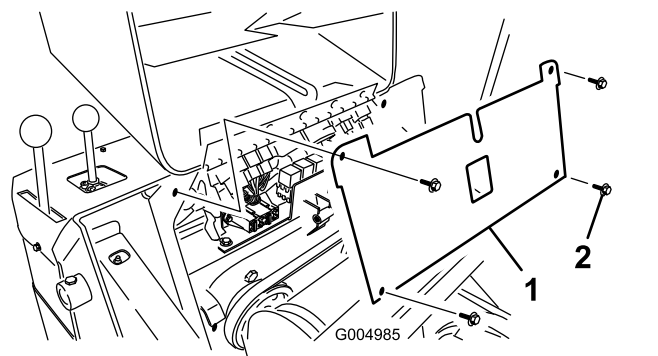

Рисунок 42
5. Отвинтите 4 винта, которые крепят панель предохранителей, затем снимите панель, потянув ее на себя и вверх (**Рисунок 42**).